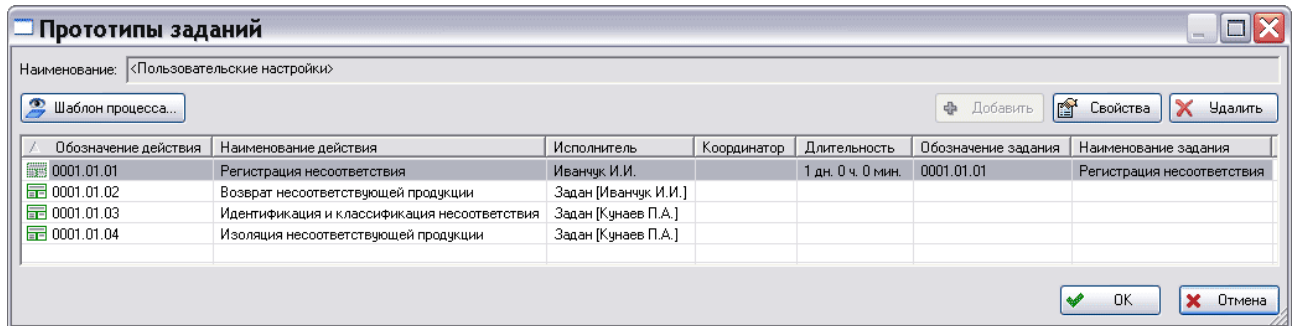

Рис. 37 Прототипы заданий
2. В появившемся диалоговом окне **Прототипы заданий** введите необходимые изменения (Рис. 37).